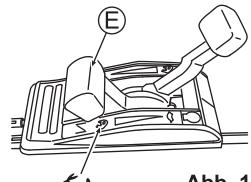

Abb. 15
2. Stellen Sie den Gashebel (E) auf "GO", um mit dem Mähen zu beginnen. (Siehe Abb. 15)